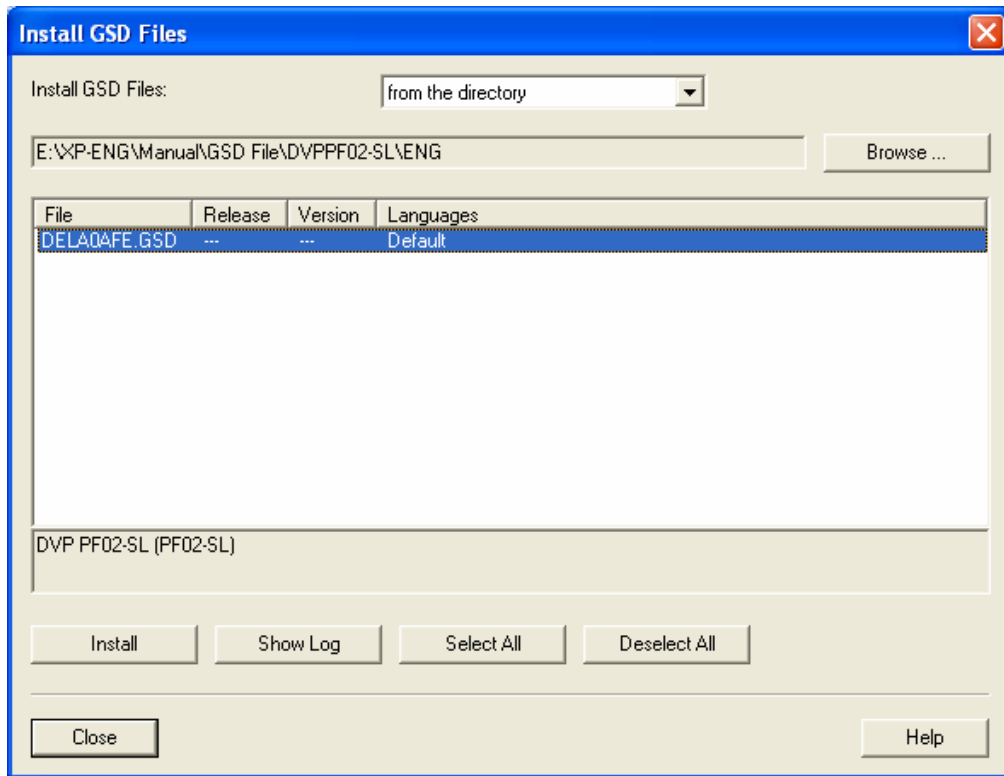

图 10-18
2. 找到 GSD 的存放路径，选择要安装的 GSD 文件后点击『Install』按钮即可加入所需要的 GSD 文件，如图 10-18 所示。